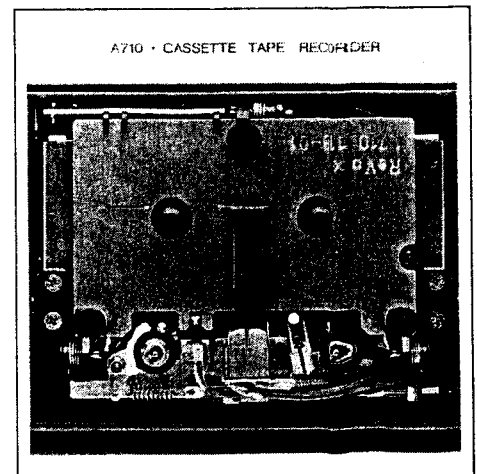

Fig. 3.6
- Den Mess-Schieber für die Eintauchtiefe [2] mit dem rechtwinkligen Ende gegen die Tonköpfe auflegen (siehe Fig. 3.6).
- Place slide for measuring the engaged length [2] with its square end against the soundheads (see Fig. 3.6).
- Placez l'extrémité à l'angle droit du curseur [2] de réglage contre la pénétration contre les têtes magnétiques (voir fig. 3.6).